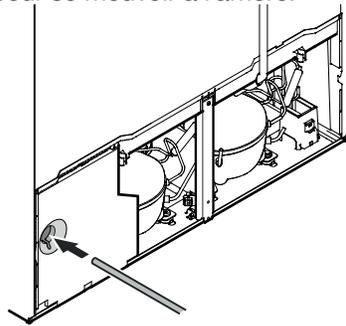

Figure 15
2. Insérer le conduit d'alimentation d'eau dans l'orifice prévu à cet effet à l'arrière de l'appareil (**Figure 15**).